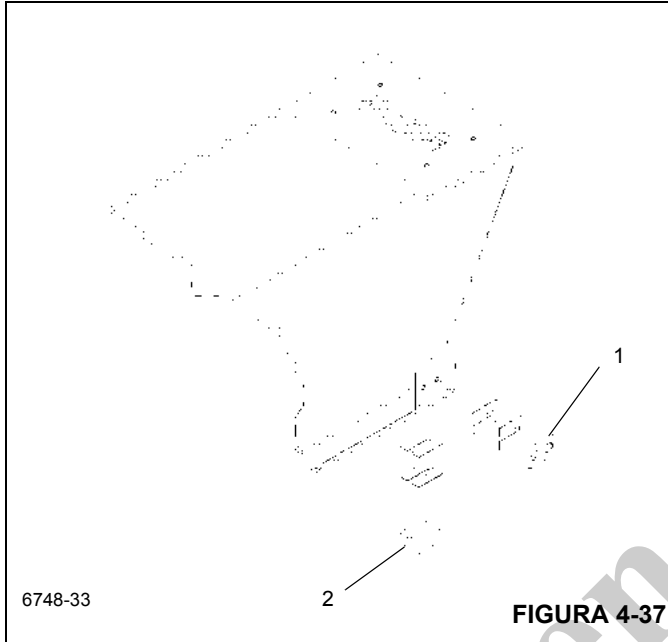

FIGURA 4-37
2. Instale as placas de desgaste laterais inferiores traseiras (Figura 4-37, 1) e os calços na seção volante com dois parafusos em cada.
3. Instale a placa de desgaste inferior (Figura 4-37, 2) na seção volante com dois parafusos.